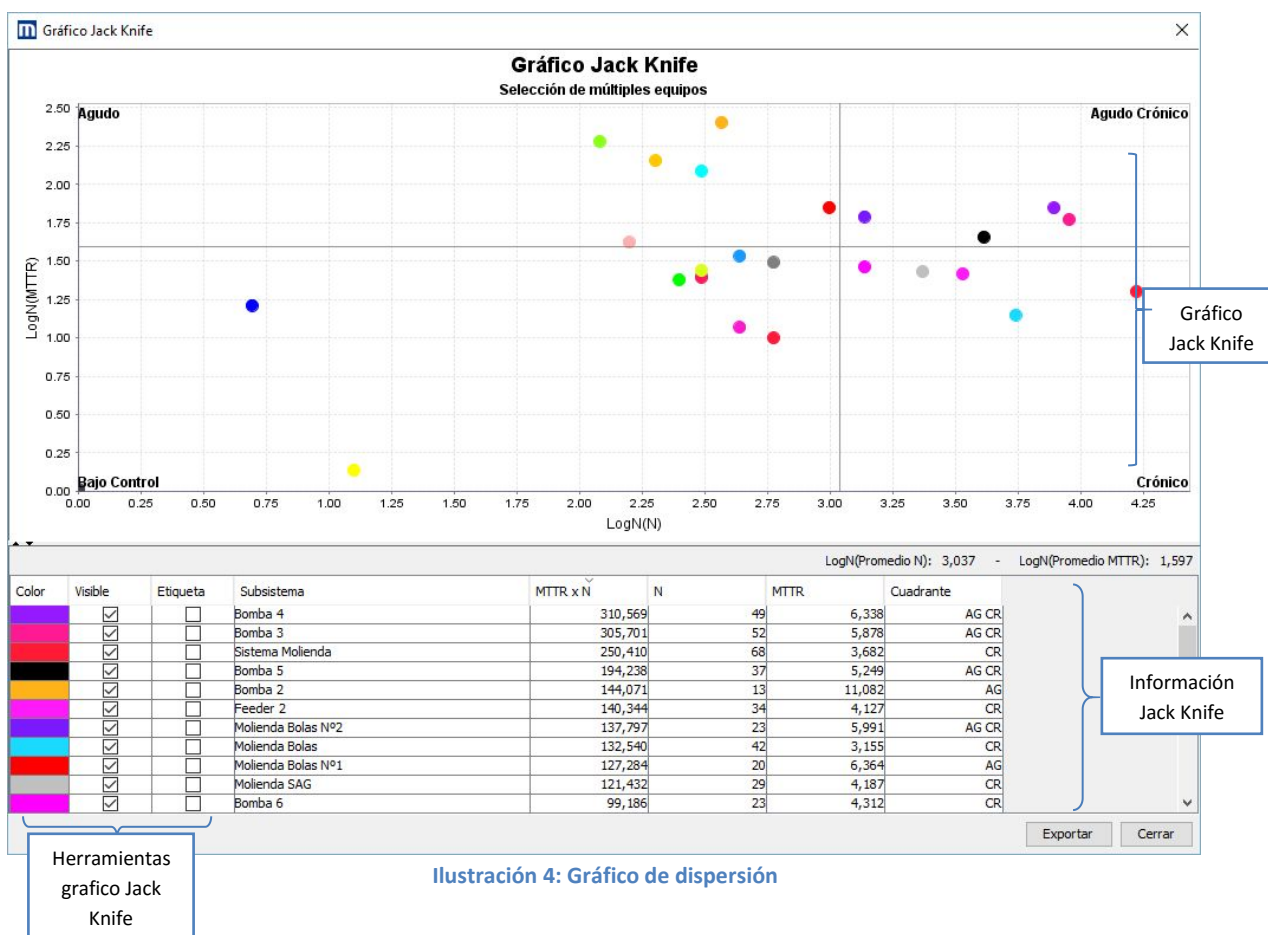

Ilustración 4: Gráfico de dispersión
- Gráfico Jack Knife: El gráfico **Dispersión** genera un gráfico de dispersión en base a los equipos y su cantidad de modos de falla y MTTR determinando según estos parámetros la criticidad en base a los cuadrantes Agudo, Aguado Crónico, Bajo Control y Crónico (Ver Ilustración 4).